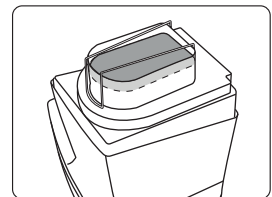

Fig. 3
- C.** Insira o filtro dentro do alojamento da resistência (figuras 1 e 2) e use o clip de metal fornecido para fixá-lo (Fig. 3).